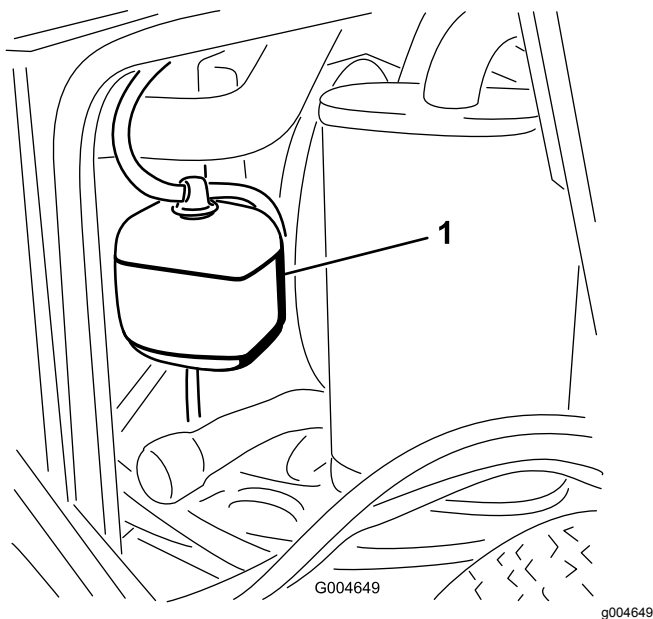

Figura 42
1. Compruebe el nivel de refrigerante en el depósito de expansión (Figura 42).